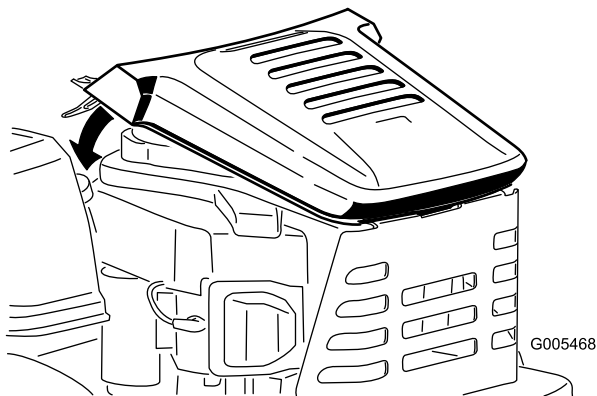

Figura 6
- 1. Instale el conjunto de la cubierta del motor en el protector trasero del motor, según se muestra en Figura 6. Asegúrese de que la pestaña de la parte trasera de la cubierta se enganche en la ranura del protector, y gire la cubierta hacia adelante y hacia abajo.
2. Para instalar la cubierta del motor (Figura 6), asegúrese de que la pestaña de la parte trasera de la cubierta se enganche en la ranura del protector, y gire la cubierta hacia adelante y hacia abajo.